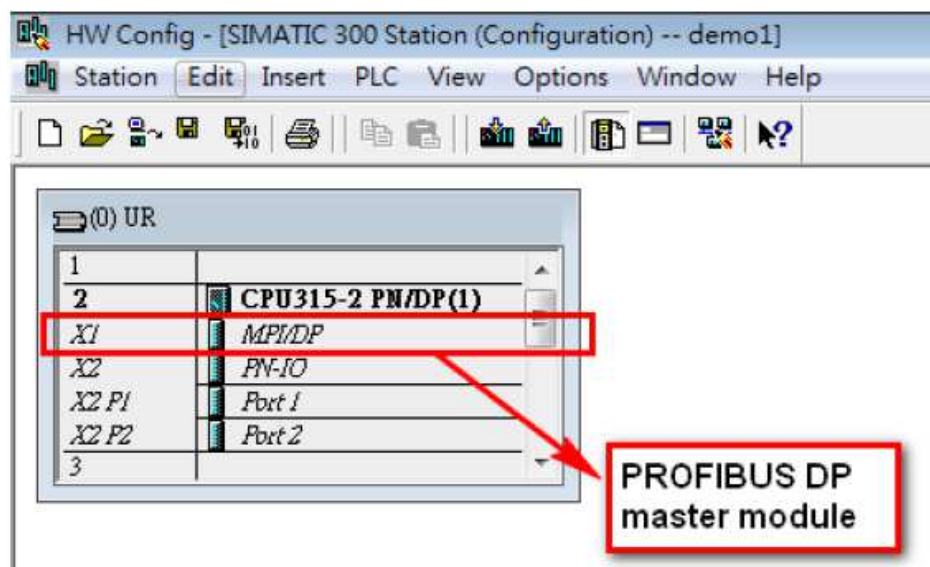

Рис.9
1.2.1 Для конфигурирования модуля Profibus DP дважды щелкните по блоку **MPI/DP** (Рис.9):